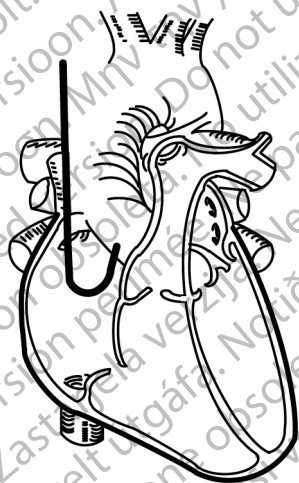

Figure 8. Mise en place atriale
4. Tirer délicatement sur l'ensemble sonde/mandrin au niveau du site d'entrée veineux afin de s'assurer que l'extrémité de la sonde est bien en contact avec l'endocarde. Le positionnement peut être jugé satisfaisant lorsque l'extrémité de la sonde est située contre l'endocarde dans l'oreillette (Figure 8 Mise en place atriale en page 21).